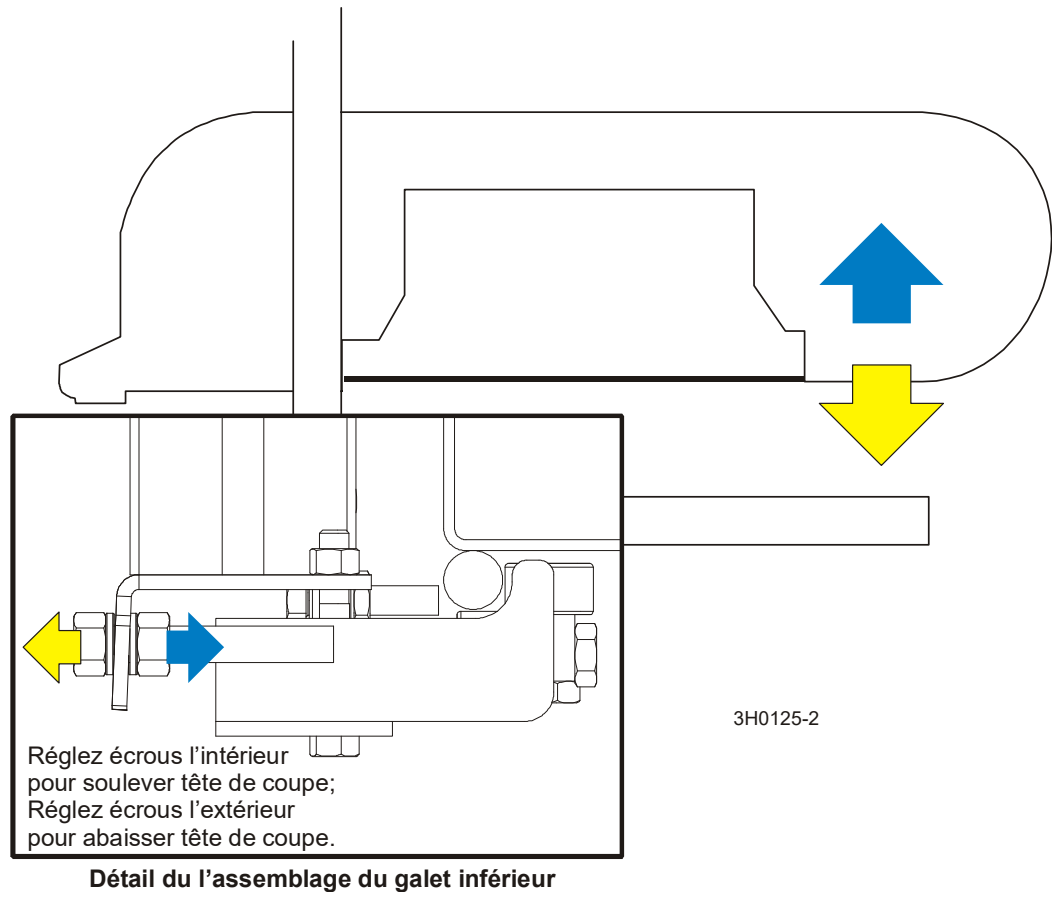

FIG. 7-2
**Voir Figure 7-2.** Pour ajuster l'inclinaison de la tête de coupe, utilisez les écrous d'ajustement horizontal. Pour soulever l'extérieur de la tête de coupe, desserrez les quatre écrous intérieurs d'ajustement d'un 1/4 de tour et serrez les quatre écrous extérieurs. Vérifiez la distance de la lame jusqu'aux supports du banc et ajustez les écrous d'ajustement horizontal jusqu'à ce que l'extérieur de la tête de coupe soit à 1/16" (1,5mm) plus